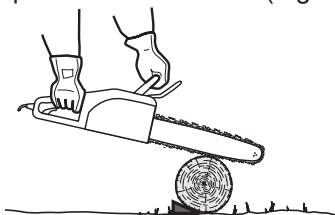

Fig. 37
6. Se o diâmetro da madeira for suficientemente grande para inserir uma cunha de lâmina macia sem tocar na corrente, deverá usar a cunha para manter o corte aberto para evitar beliscões (Fig. 37).